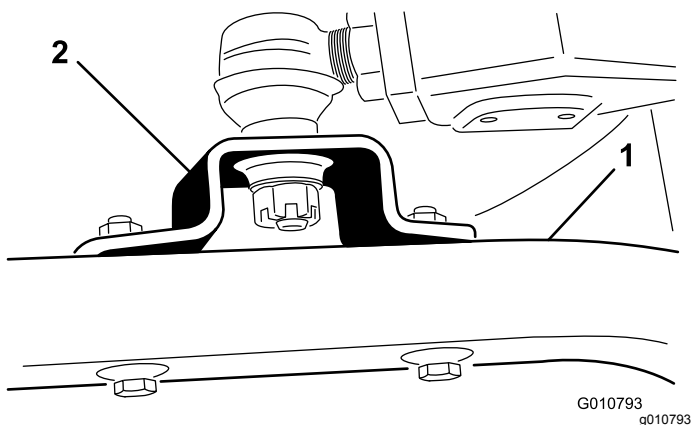

Bild 19
3. Entfernen Sie die Kopfschrauben und Sicherungsmuttern, mit denen die Befestigungen der Kugelgelenke an den Laufradarmen an der Schneideinheit befestigt sind (**Bild 19**).